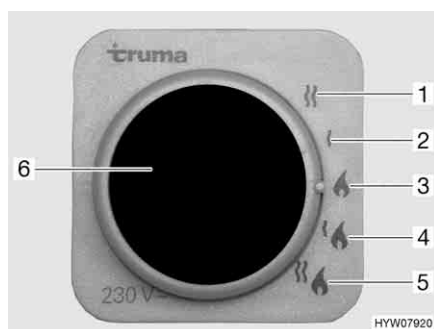

Fig. 89 Selettore di energia per riscaldamento/boiler
- Funzionamento a gas (Fig. 89,3)
- Funzionamento elettrico a 230 V con gradi di potenza da 900 W (Fig. 89,2) oppure 1800 W (Fig. 89,1)
- Funzionamento a gas e funzionamento elettrico a 230 V (funzionamento misto) con gradi di potenza da 900 W (Fig. 89,4) oppure 1800 W (Fig. 89,5)
Se viene selezionato il funzionamento elettrico a 230 V, la spia gialla di controllo (Fig. 89,6) si accende.